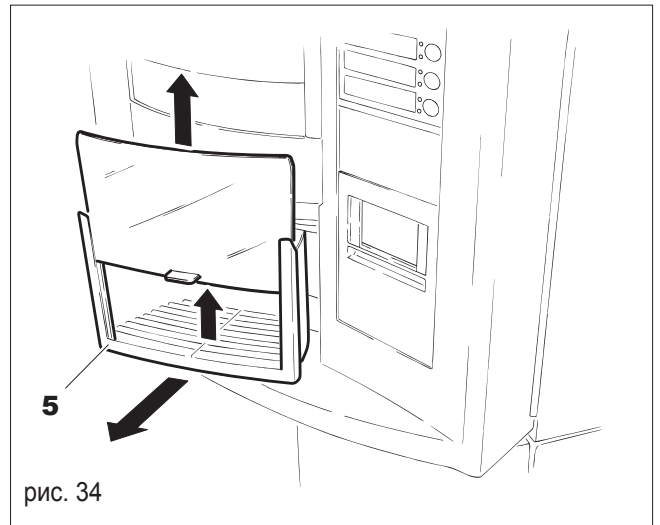

рис. 34
- Снимите слот (**5**, рис. 34);